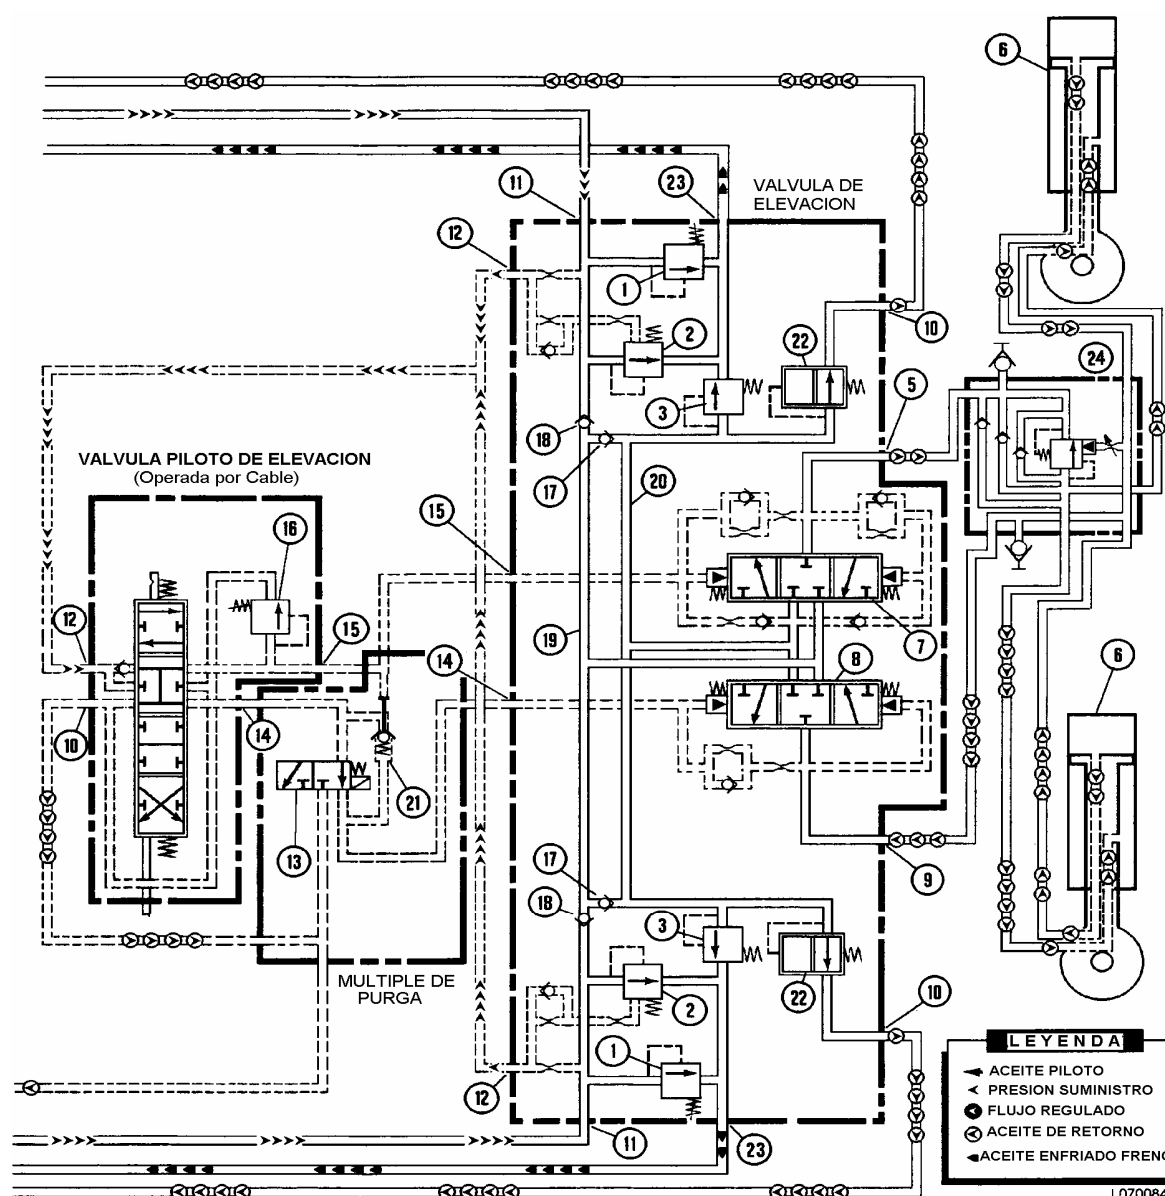
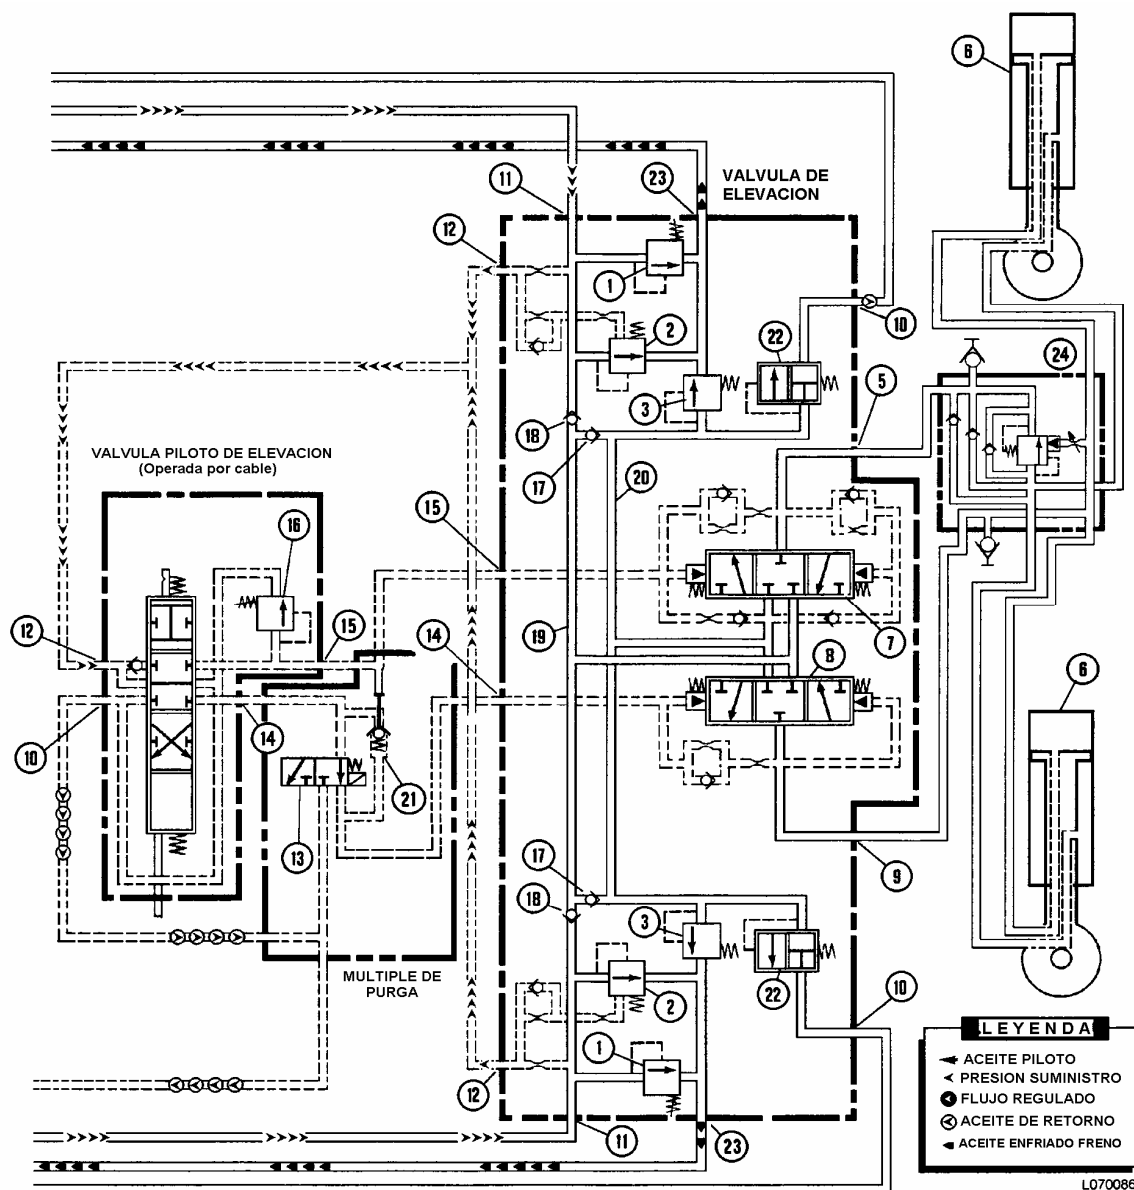

FIGURA 7-5. POSICION FLOTAR
FIGURA 7-7. POSICION SOSTENER
La Figura 7-5 muestra la posición de la válvula piloto de elevación cuando la tolva del camión está descansando sobre el chasis. Sin embargo, las válvulas internas de la válvula de elevación y los carretes estarán en la posición que aparece en la Figura 7-7.
El aceite proveniente de la bomba de elevación entra en las secciones de entrada de la válvula de elevación en la lumbrera (11), pasa a través de la válvula de retención (18) y se detiene en el paso de alta presión cerrado (19) en los dos carretes principales (7) y (8) como se muestra en la Figura 7-5.
Operación Sostener (Figura 7-7)